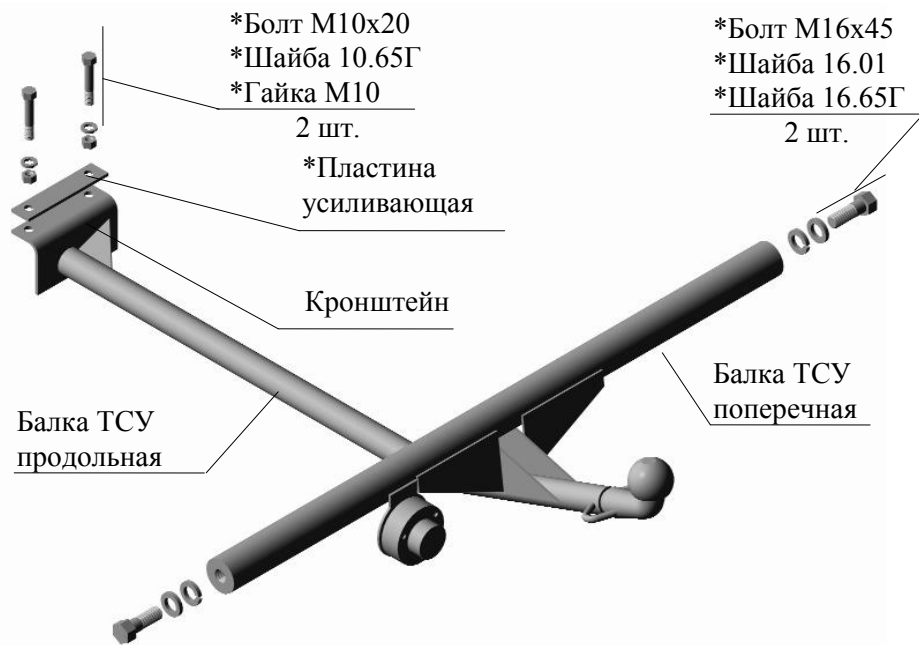

Рис.1 Тягово-сцепное устройство ТСУ 2104
2.1 ТСУ 2104 в сборе (рис.1)	1 шт.
2.2 Пакет комплектующих в соответствии с рис.1	1 шт.